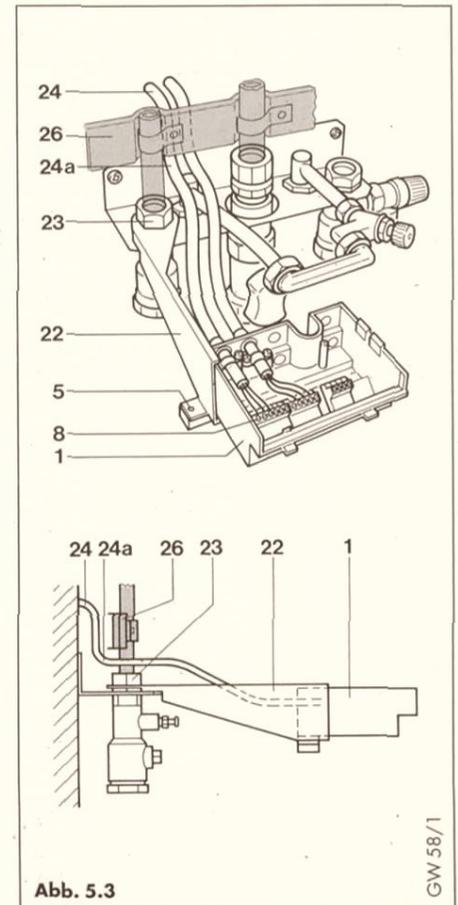

Abb. 5.3
- Abstandshalter (22) am Wartungshahn (23) befestigen (Abb. 5.3).
- Anschlußkasten (1) mit Befestigung (5) am Abstandshalter befestigen.
- Anschlußleitung (24) auf ca. 50 cm Länge ab Wandauslaß zuschneiden und abisolieren.
- Anschlußleitungen mit einer Schleife (24a) gemäß Abbildung 5.3 verlegen.
- Schleife (24a) ist erforderlich, damit die anschließende Geräteinstallation nicht durch die Geräte-traverse (26) behindert wird.
- Anschlußverdrahtung an Klemmleiste (8) gemäß Anschlußschema vornehmen.